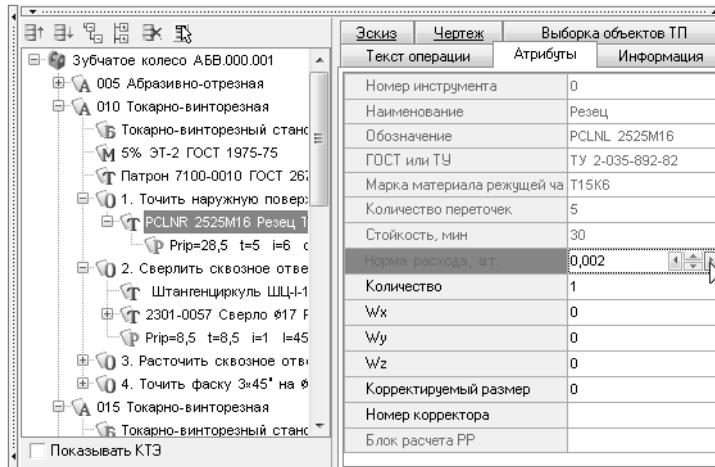

Рис. 6.8.
- Установив курсор на названии инструмента в этом переходе, перейдите на вкладку **Атрибуты**. В результате расчета стало возможным автоматическое определение нормы расхода режущего инструмента (рис. 6.8).
Если после расчета режимов резания в строке **Норма расхода** не появилось расчетное значение, это означает, что норма расхода инструмента меньше заданной точности расчета. Чтобы получить значение, установите курсор в строку и нажмите кнопки, находящиеся в правой части этой строки (рис. 6.8).